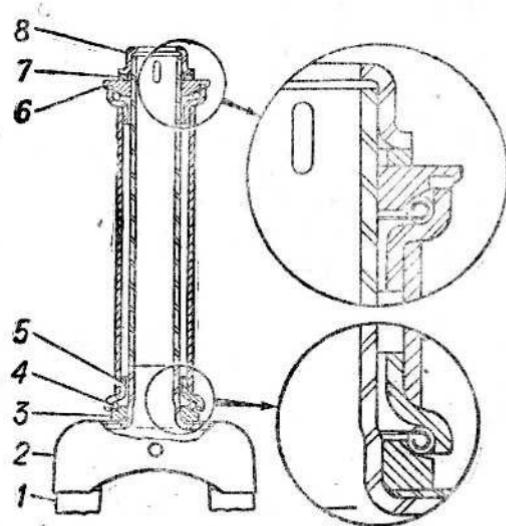
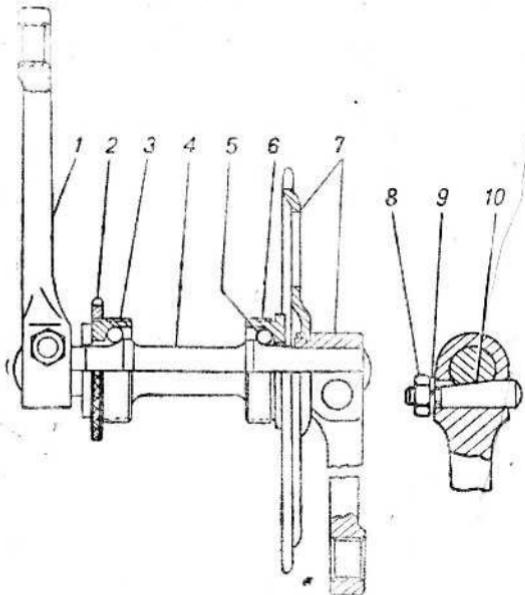
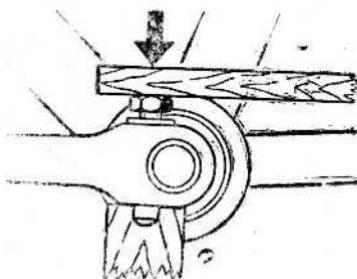
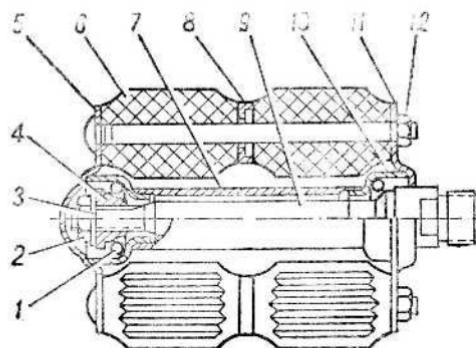

Рис. 3. Передняя вилка в сборе:
Рис. 6. Каретка:
Рис. 7. Выбивание клина из шатуна
Рис. 8. Педаль:
Наивысшее положение руля определяется ограничительной риской, нанесенной на стержень 6 руля, которая не должна выступать за торец контргайки 8 (рис. 3).
5. Проверьте затяжку всех резьбовых соединений и при необходимости тую затяните при помощи ключей, прикладываемых к велосипеду. При этом помните, что правая чашка 6 (рис. 6) каретки и ось 9 (рис. 8) левой педали имеют левую резьбу.
1. **Передняя вилка** (рис. 3) вращается на двух шарикоподшипниках, состоящих из сепаратора и пятнадцати шариков диаметром 4 мм. Правильное положение подшипников показано на рис. 3.
4. Каретка (рис. 6) вращается на двух подшипниках, каждый подшипник состоит из сепаратора и восьми шариков диаметром 6 мм. Правильное положение подшипников показано на рис. 3.
Для регулировки подшипников каретки отверните с левой стороны гайку 8 клина (см. рис. 6), снимите шайбу 9, выбейте клин 10 шатуна. При выбивании клина (рис. 7) ударяйте через деревянную прокладку по гайке, отвернутой предварительно на три-четыре оборота. При этом под шатун подставьте упор. Снимите шатун 1 (см. рис. 6). Затем отверните контргайку 2 и вращайте левую чашку 3 по часовой стрелке для затягивания подшипников или против часовой стрелки—для ослабления их. После регулировки заверните контргайку 2
5. Педали (рис. 8) врачаются на двух шарикоподшипниках 1, каждый из которых имеет сепаратор и семь шариков диаметром 4 мм. Правильное положение подшипников показано на рис. 3.
Для регулировки подшипников педали отверните две гайки 12 (см. рис. 8), сними-